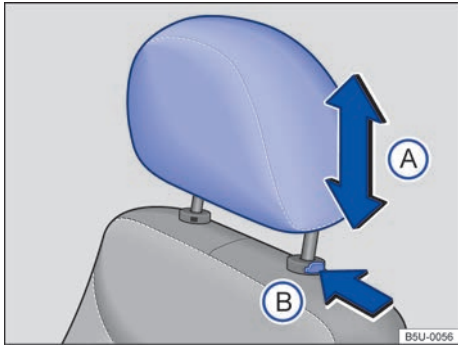

Fig. 40 Desmonte el apoyacabezas delantero.
- Presionar la tecla \Rightarrow fig. 40 (B) en el sentido de la flecha. Retire el apoyacabezas mientras presiona la tecla.
- Empuje el apoyacabezas totalmente hacia abajo con la tecla \Rightarrow fig. 40 (B) presionada.